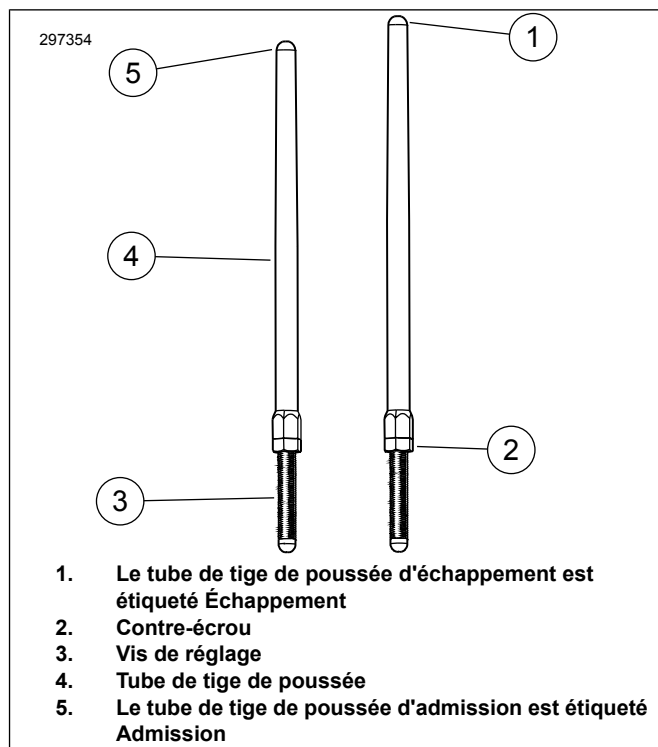

Figure 1. Tige de poussée réglable
6. Voir la figure 1. Desserrer le contre-écrou sur toutes les tiges de poussée et les régler à leur longueur la plus courte.